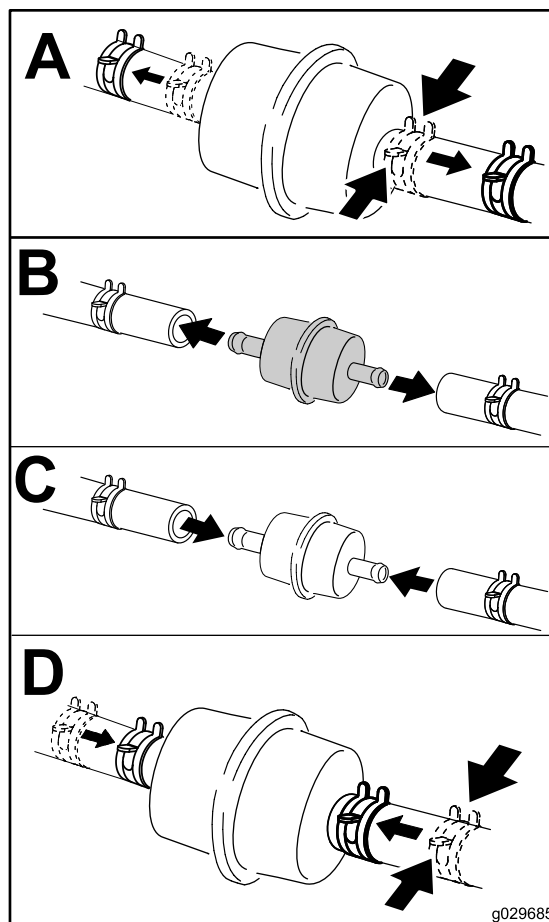

Figura 45
6. Coloque um recipiente limpo debaixo do filtro de combustível e substitua o filtro de combustível como se mostra na Figura 45.